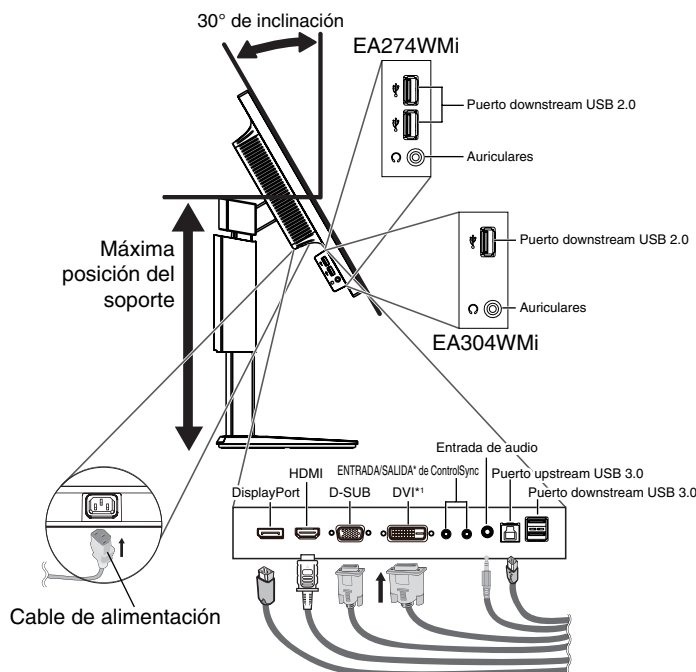
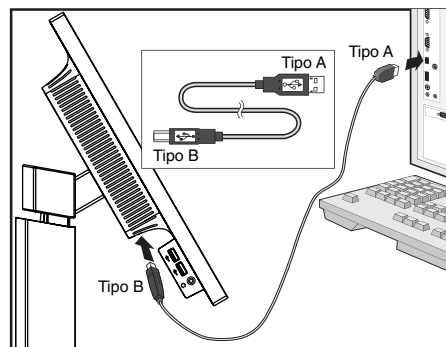

Figura C.1
Figura C.1a
- Conecte todos los cables en los conectores correspondientes (**figura C.1**). Al utilizar el cable USB, conecte el conector del tipo B al puerto USB de upstream en la parte trasera derecha del monitor y el conector del tipo A al puerto de downstream del ordenador (**figura C.1a**). Si está utilizando el cable de un dispositivo USB, conéctelo al puerto downstream del monitor.